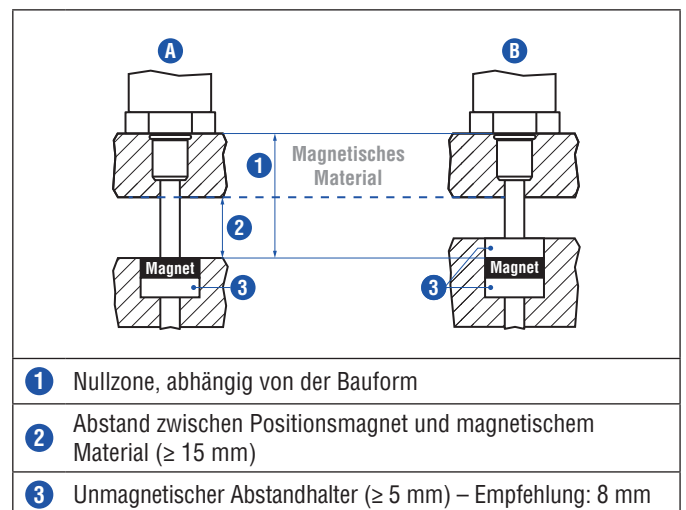

Abb. 32: Einbau mit magnetischem Material
- Der minimale Abstand zwischen Positionsmagnet und magnetischem Material beträgt 15 mm (Abb. 32).
- Beachten Sie die Maße in Abb. 32 bei der Nutzung von magnetischem Material.
Bei der Verwendung von magnetischem Material die in Abb. 32 dargestellten Maße unbedingt beachten.